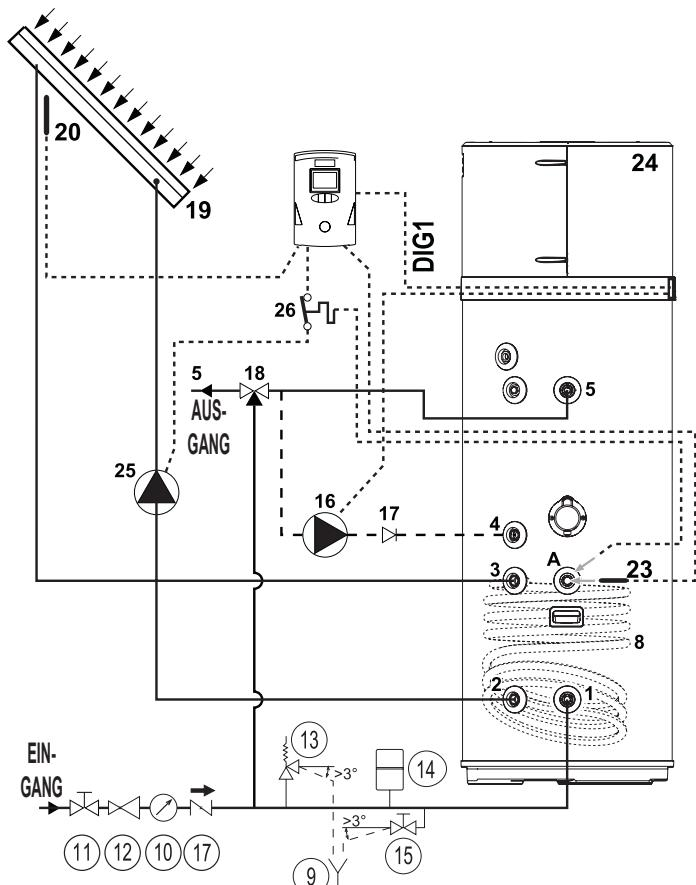
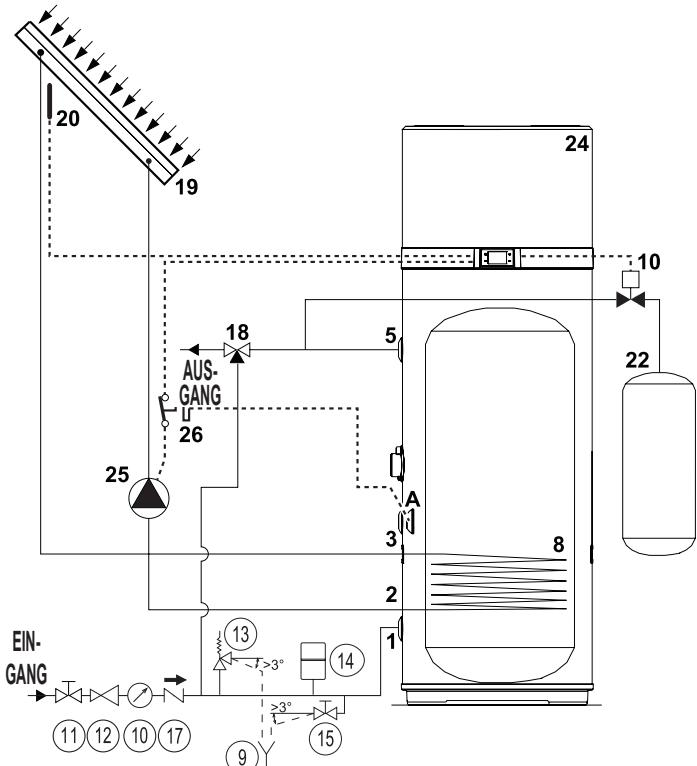
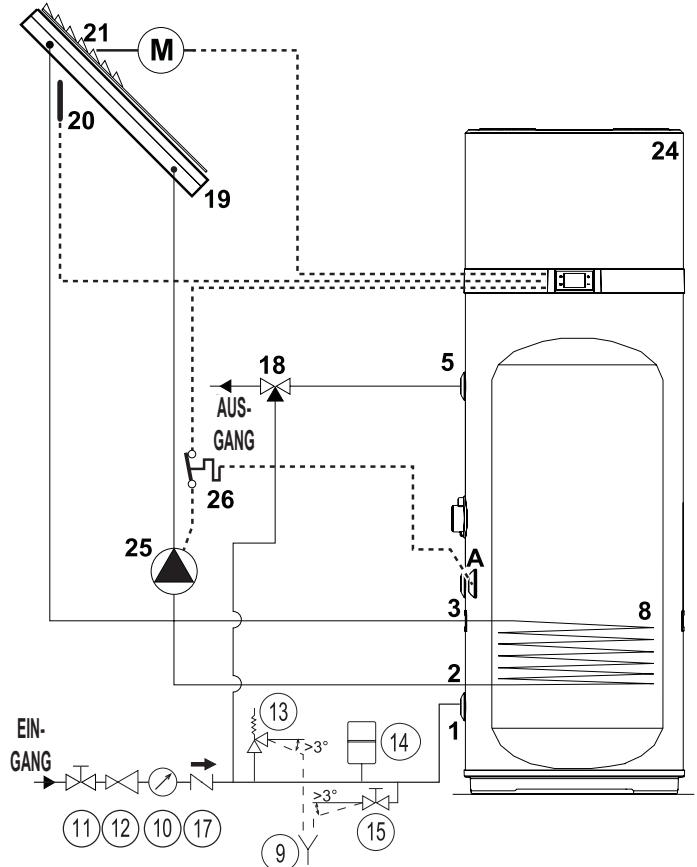

Abb. 21
Abb. 22
Abb. 23
Die folgende Abbildung (Abb. 21) zeigt den Anschluss des Geräts an eine Solarthermieanlage, die durch ein spezielles elektronisches Steuersystem (nicht im Lieferumfang enthalten) gesteuert wird, das über einen Ausgang vom Typ "Trockenkontakt" verfügt, der an den Eingang DIG.1 des Geräts angeschlossen wird (siehe „6.8.1 Fernverbindungen“).
Die folgenden Abbildungen (Abb. 22 und Abb. 23) zeigen den Anschluss an eine Solarthermieanlage, die direkt gesteuert wird, ohne dass ein spezielles elektronisches Steuersystem erforderlich ist.
In der Konfiguration von Abb. 22 wird im Falle von übermäßiger Temperatur des Sonnenkollektors ein Abflussventil (nicht im Leiterumfang enthalten) aktiviert, um das im Gerät enthaltene Warmwasser in einen Sammeltank des BWW (Pufferspeicher) abzuleiten.
Dennoch ist in der Konfiguration von Abb. 23 unter diesen Bedingungen der Rollladen des Sonnenkollektors geschlossen. In beiden Fällen erfolgt dies, um dem Kollektor zu erlauben, sich abzukühlen.
**Legende (Abb. 21, Abb. 22 und Abb. 23)**